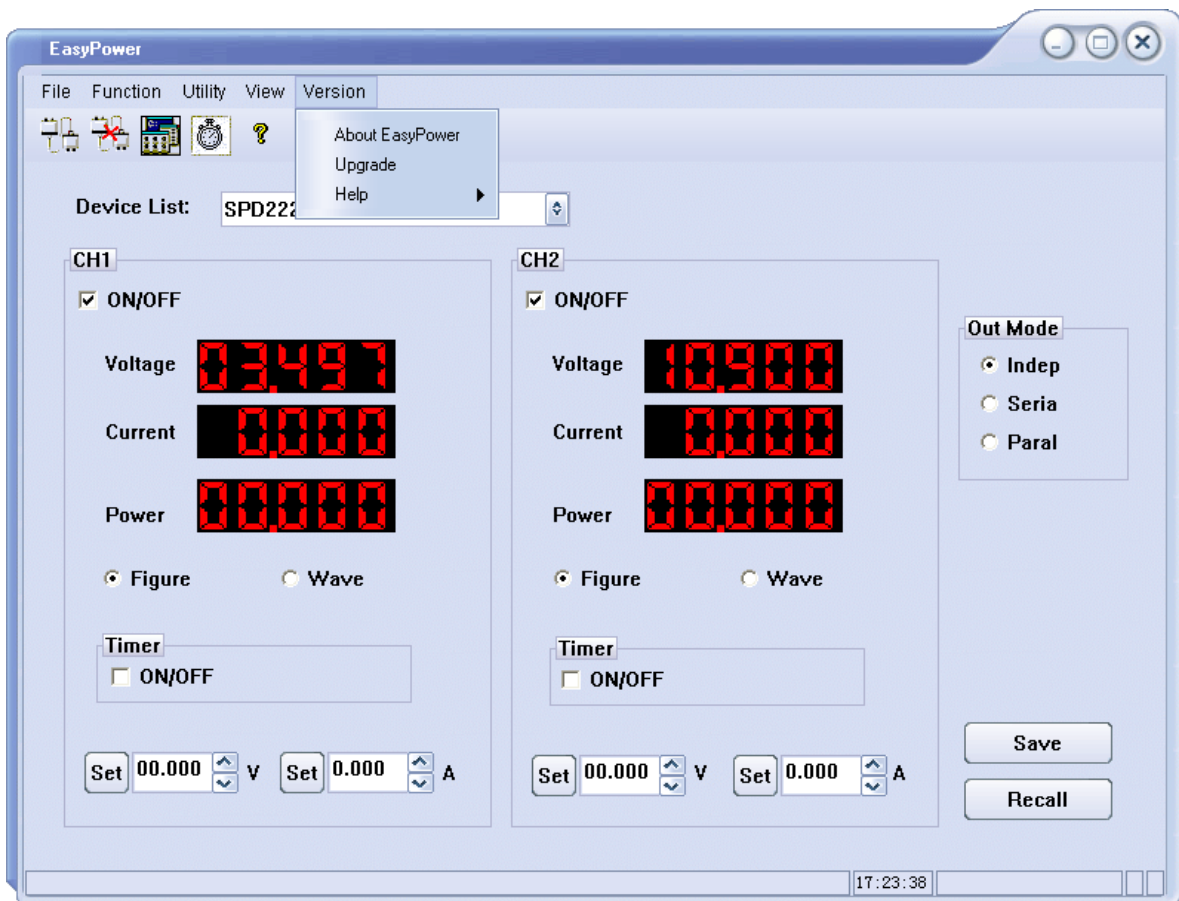

Imagen 1
2. Pulse Version y luego elija Actualizar en el menú desplegable para introducir el diálogo de actualización de firmware. Ver imagen 1: